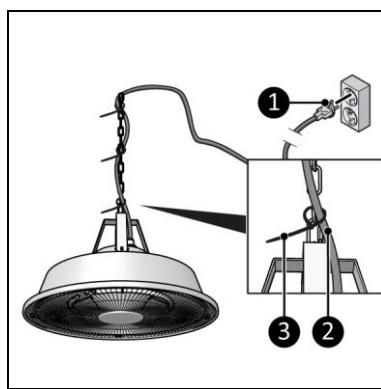

Figura 9
2. Poziționați cablul de alimentare (Figura 9, poz. 2) de-a lungul lanțului de ancorare folosind coliere de strângere (Figura 9, poz. 3).
3. Introduceți ștecărul (Figura 9, poz. 1) într-o priză ușor accesibilă, cu împământare. Utilizați o priză cu împământare cu o putere minimă de 1500 Watt.
1. Introduceți ștecarul (Figura 9, poz. 1) într-o priză ușor accesibilă, cu împământare. Utilizați o priză cu împământare cu o putere minimă de 1500 Watt.
1. Deconectați ștecherul de la priză (Figura 9, poz. 1).